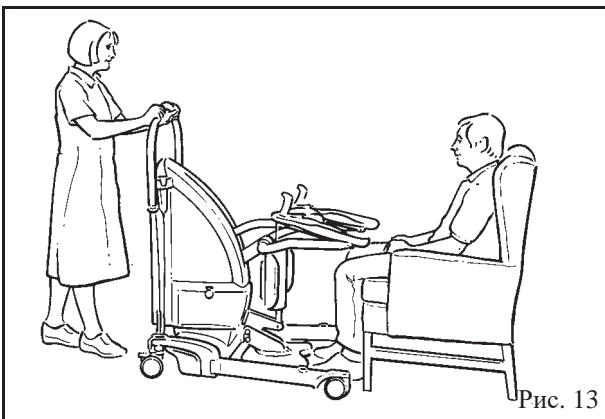

Рис. 13
3. Подведите подъемник к пациенту с передней стороны и остановитесь, прежде чем опора для стоп и опора Proactive Pad коснутся пациента (см. рис. 13).